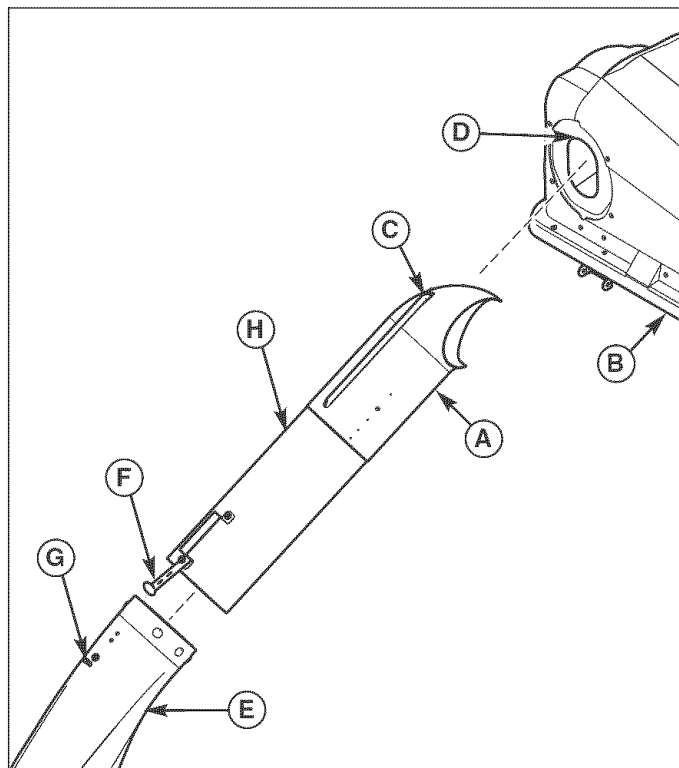

Figure 28. Connexion de l'ensemble de tube à la goulotte inférieure et au couvercle
1. Glisser le tube supérieur (A, Figure 28) dans le couvercle (B) en alignant la saillie (C) sur la découpe (D) comme il l'est indiqué.
2. Glisser l'ensemble de tube (H) sur la goulotte inférieure (E). Fixer l'ensemble de tube (H) sur la goulotte inférieure (E) à l'aide de la sangle (F) et de la goupille (G).